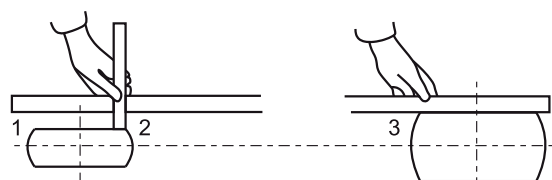

Рисунок 7.4 – Выверка валов при разной ширине шкивов
7.5.2 При различной ширине шкивов электродвигателя и вентилятора используется выверочная линейка (планка). Планка устанавливается так, чтобы она касалась широкого шкива в точках 3 и 4. Затем измеряется расстояние от планки до точек 1 и 2 на узком шкиве. Взаимное положение шкивов и валов электродвигателя и вентилятора будет правильным, если расстояние от планки до торцевой поверхности узкого шкива (до точек 1 и 2) будут равны полуразности ширины шкивов (рисунок 7.4).